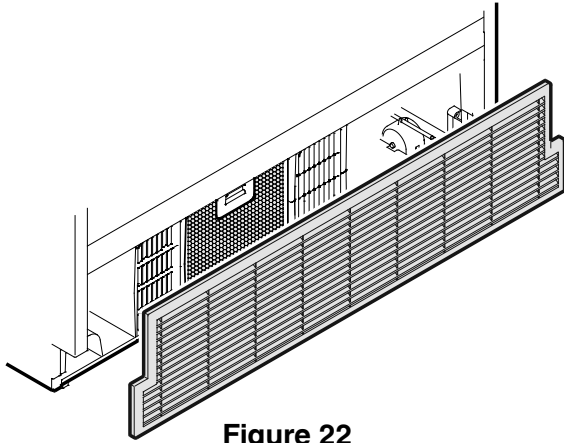

Figure 22
- Ouvrir le tiroir inférieur du congélateur et retirer la grille de ventilation en la tirant vers l'avant - **Figure 22**.